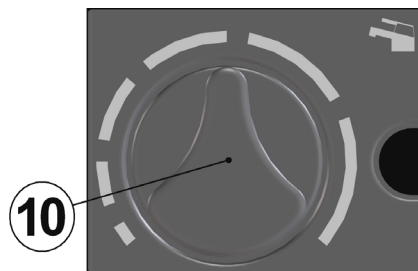

Fig. 2.7
Inoltre, nel caso che la quantità di calcare presente nell'acqua sia particolarmente elevata, **non oltrepassando la posizione di fig. 2.7** della manopola di regolazione temperatura bollitore sanitario (10), si renderanno minimi i fastidiosi fenomeni di deposito di incrostazioni ed intasamenti.
In addition, if the water is particularly calcareous, you can minimize the bother of scale and clogging by **not moving** the domestic hot water storage heater temperature adjustment knob **fig. 2.7** beyond the position indicated.
Además, en caso de que la cantidad de cal presente en el agua sea muy elevada, **sin sobrepasar la posición de la fig. 2.7** del mando de regulación de la temperatura hervidor agua sanitaria (10), se minimizarán los molestos fenómenos de depósito de incrustaciones y atascamientos.